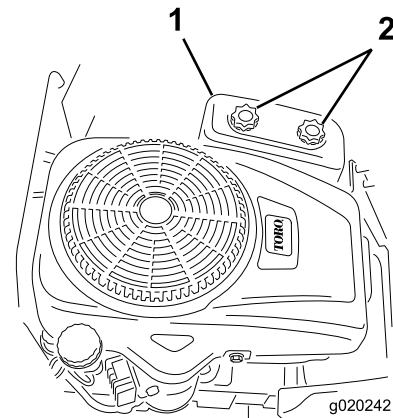

Bild 37
4. Schrauben Sie die zwei Handräder ab, um die Luftfilterabdeckung abzunehmen (**Bild 37**).